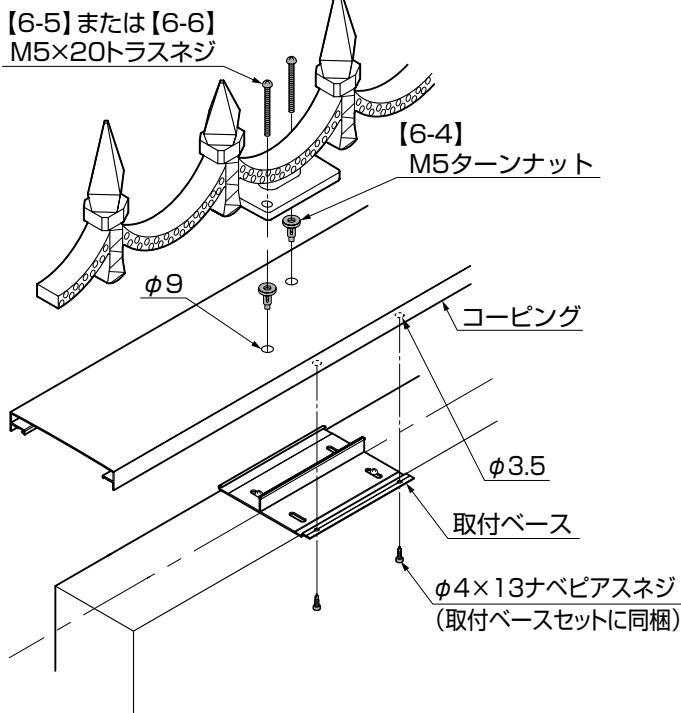

図4-1
③孔に【4-2】を差し込んで【4-3】で後付部品を固定してください。T-1の場合は孔に【6-4】を差し込んで本体ベース部分を【6-5】または【6-6】で固定してください。(図4-1参照)
④取付ベースの上にコーピングを仮置きし、取付ベースの孔位置に印をつけてください。
⑤印をつけた位置にφ3.5の下孔をあけ、取付ベースセットに同梱のφ4×13ナベピアスネジで固定してください。